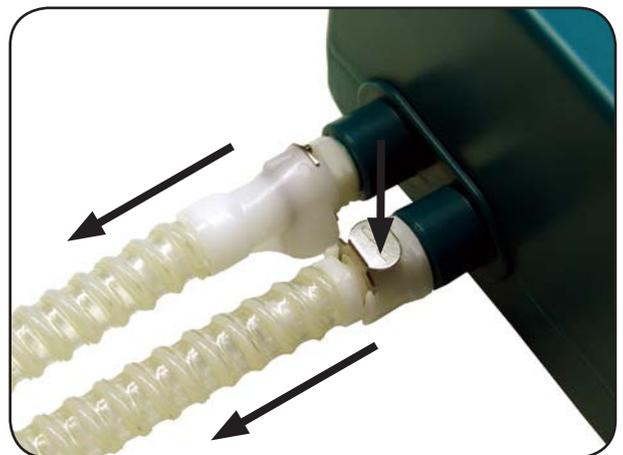

Abbildung 18
2. Trennen Sie beide Versorgungsschläuche durch Drücken der Einrastsicherungen vom Aggregat (siehe Abbildung 18).